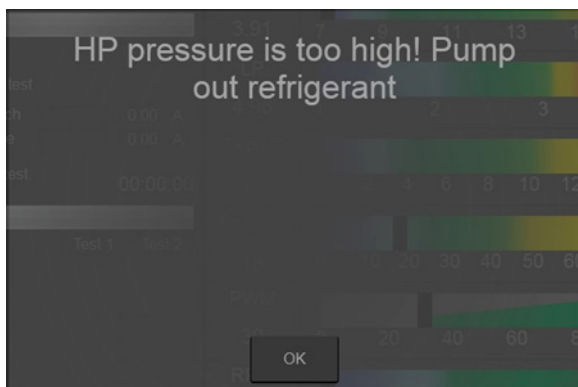

Рисунок 34. Сообщение «Давление НР слишком высокое»
- «Давление НР слишком высокое» (рис.34). Необходимо закрыть краны, выйти в главное меню и откачать хладагент из компрессора.